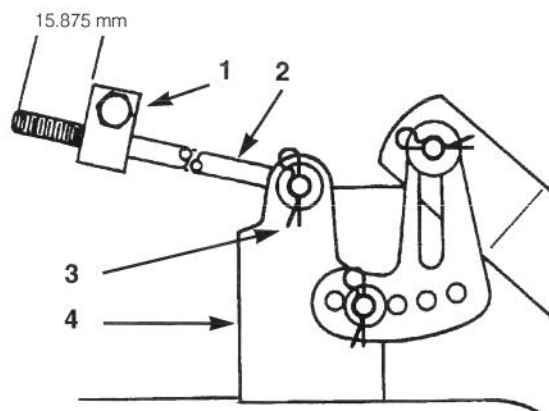

Bild 51
6. Die Länge des Gestänges messen, das aus der Vorderseite des Einstellblocks an beiden Chassisseiten hervorragt (Bild 51). Wenn dieses Gestänge keine Länge von 15,875mm aufweist, den Splint und die Unterlegscheibe aus dem Gestängeende entfernen (Bild 51), dann das Gestänge soweit drehen, bis die 15,875mm Abmessung realisiert wird. Dann das Gestängeende in das Loch in der Mäheraufhängung einführen und mit